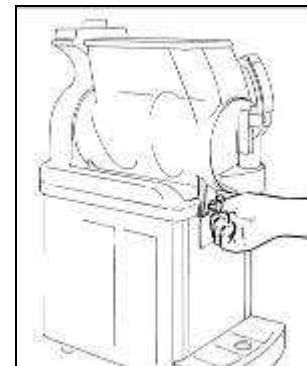

Abb. 26
- Schrauben Sie die zwei Behälterschrauben bis zum Anschlag ein, um den Behälter zu befestigen (Abb. 26).